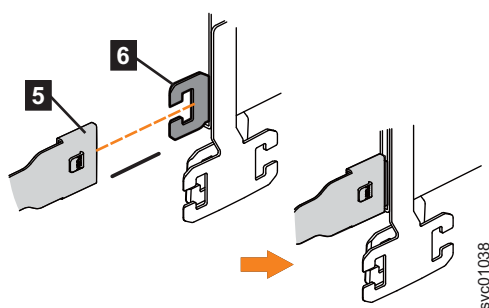

Figure 76. Fixation du connecteur de la glissière de support du CMA supérieur à la glissière de support droite
4. Fixez le connecteur de la glissière de support sur l'assemblage CMA supérieur (**5**) à la base du connecteur sur la glissière de support droite (**6**), comme indiqué dans la figure 76.